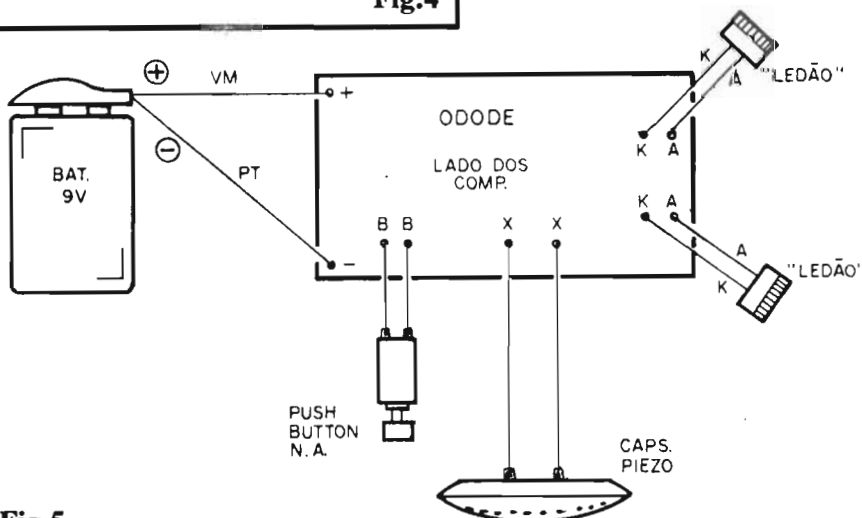

Fig.5
- FIG. 5 - CONEXÕES EXTERNAS À PLACA - O Impresso, na figura, ainda é visto pela sua face não cobreada, só que agora as peças inseridas diretamente **sobre** a placa foram "invisibilizadas", de modo a "descomplicar" a interpretação... O que interessa, no diagrama, são as conexões periféricas ou externas, também bastante importantes. As ligações do **push-button** e da cápsula piezo não são polarizadas, e assim não requerem cuidados extras... Já quanto aos LEDs e quanto às co-